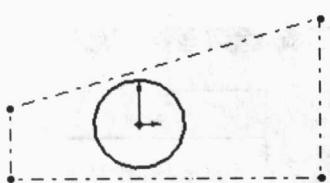

图 1-12 梯形草图
2) 用“中心线”绘制出一个梯形，梯形的两条短边“竖直”约束，下面一条长边“水平”约束，如图 1-12 所示。